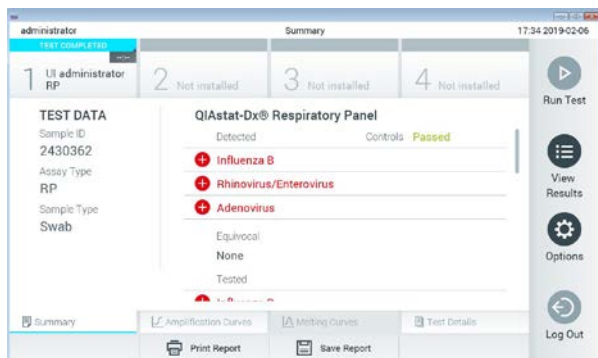

Рис. 30. Экран «Summary» (Сводные данные) с результатами.
11. После извлечения картриджа для тест-системы QIAstat-Dx отобразится экран **Summary** (Сводные данные) с результатами (рис. 30). Подробнее см. в разделе 5.4.